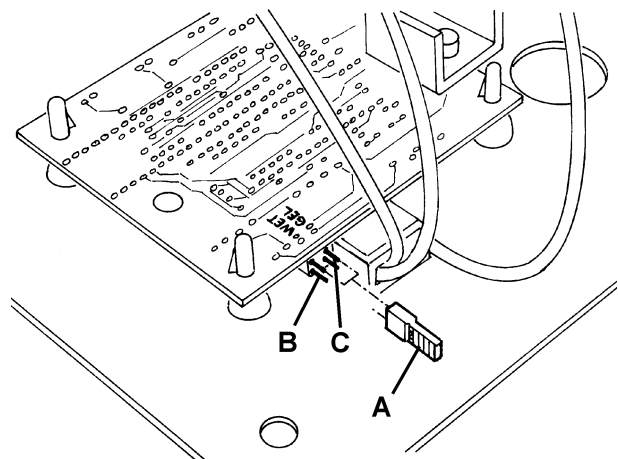

Abbildung 1
1. Den Zündschlüssel (61) auf „0“ drehen.
2. Die Haube (7) öffnen.
4. Sicherstellen, dass den Batteriestecker (33) getrennt ist.
5. Die Haube (7) schließen.
6. Die Schrauben (68) lösen und die Schalttafel (69) vorsichtig herausziehen.
7. Die Brücke (A, Abb. 1) auf den WET-Stecker (B) für Bleibatterie bzw. auf den GEL-Stecker (C) für Gelbatterie positionieren.
8. Die Schalttafel (69) wieder einbauen und die Schrauben (68) einschrauben.
9. Den Batteriestecker (33) anschließen.